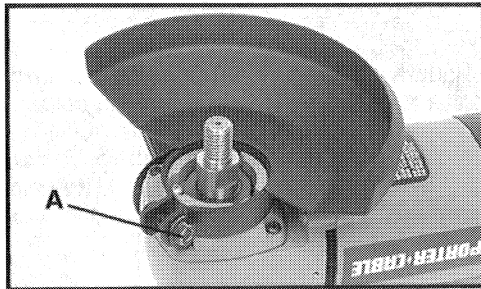

Fig. 4
3. Ponga el collar del protector (guarda) en el cubo de la caja de engranajes (engranes) de la esmeriladora (vea la Fig. 4).
- Apriete bien la tuerca sujetadora (A) Fig. 4.